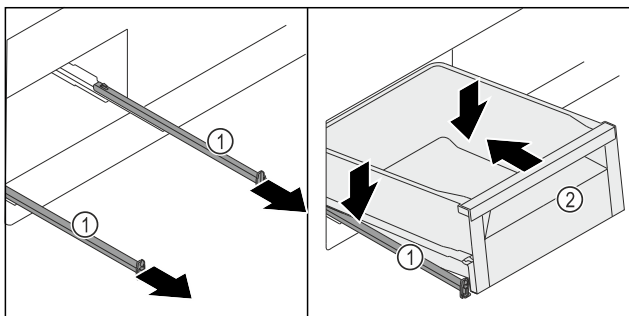

Fig. 135
- Витягніть рейки Fig. 135 (1).
- Міцно тримаючи рейки Fig. 135 (1), установіть висувний ящик Fig. 135 (2) зверху під кутом на рейки Fig. 135 (1).
- Всуňte висувний ящик Fig. 135 (2) на рейках Fig. 135 (1) до упору назад.